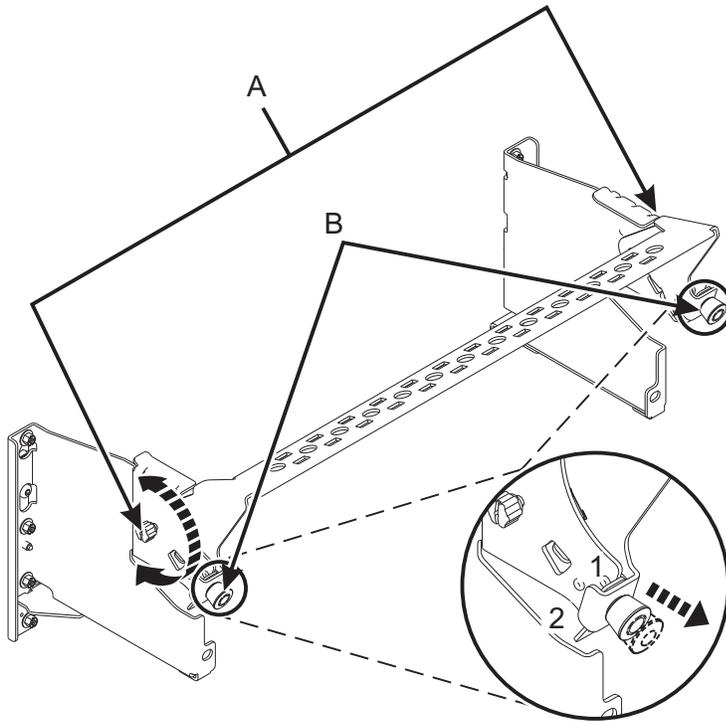

Abbildung 34. Kabelführungshalterung in die Serviceposition bringen
4. Bringen Sie die Kabelführungshalterung in die Serviceposition. Siehe Abb. 34 auf Seite 35.
- a. Drehen Sie die Rändelschrauben (A) entgegen dem Uhrzeigersinn, um die Kabelführungshalterung zu lösen.
- b. Ziehen Sie die Vierteldrehungsverriegelungen (B) heraus und drehen Sie sie, um sie zu lösen, während Sie die Kabelführungshalterung anheben.
- c. Drehen Sie die Vierteldrehungsverriegelungen (B) und lassen Sie sie einrasten.